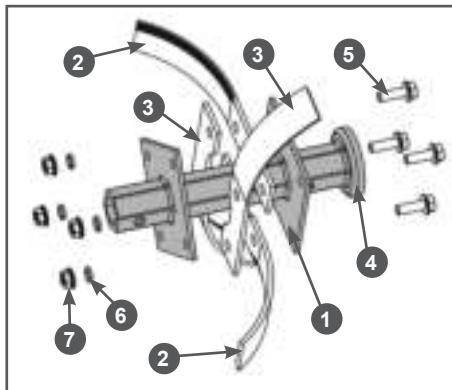

Рис. 6 Установка ножей на внутренний фланец основной секции оси фрезы
2.2 Установите ножи на внутренний (со стороны редуктора) фланец основной (длинной) секции оси (Рис. 6).
! На основной секции оси фрез имеется защитная чашка 4, предназначенная для защиты сальника выходного вала редуктора (Рис. 6). Основные секции фрез устанавливаются на выходной вал редуктора так, чтобы защитная чашка 4 была обращена в сторону редуктора. Учитывайте это при сборке фрез.
Со стороны редуктора (защитной чашки 4) вставьте в отверстия во внутреннем фланце 1 оси болты 5, далее в соответствии с рисунком 6 на внутренний фланец с внешней его стороны установите правые ножи 2 (имеющие изгиб в сторону от редуктора), затем, как показано на Рис. 6 установите левые ножи 3 (имеющие изгиб к редуктору). После этого установите пружинные шайбы 6 и закрутите гайки 7 (Рис. 6). Затяните все резьбовые соединения.